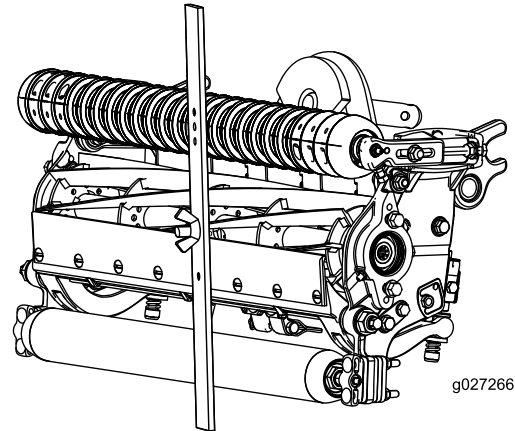

Figura 17
3. Enganche la cabeza del perno sobre el filo de la contracuchilla y apoye el extremo trasero de la barra sobre el rodillo trasero (Figura 17).
ajuste (Figura 17). Ajuste ambos extremos del rodillo hasta que el rodillo esté paralelo a la contracuchilla en toda su longitud.